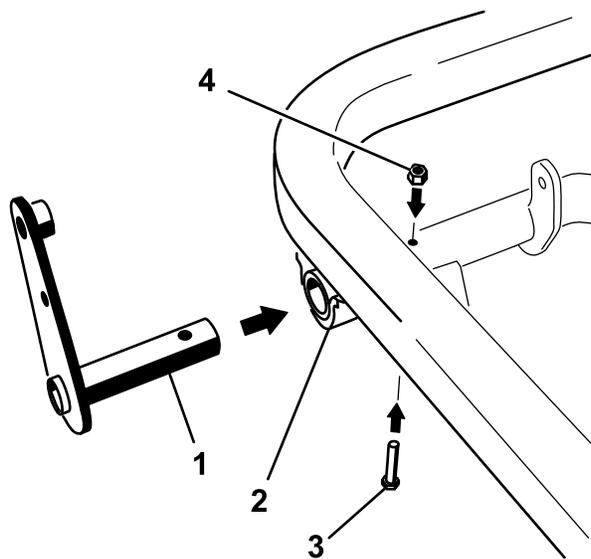

图 13
1. 将控制杆总成上的立柱滑入枢轴管的左端并使用螺栓5/16 x 2 英寸和锁紧螺母5/16 英寸穿过枢轴管将其固定图 13。